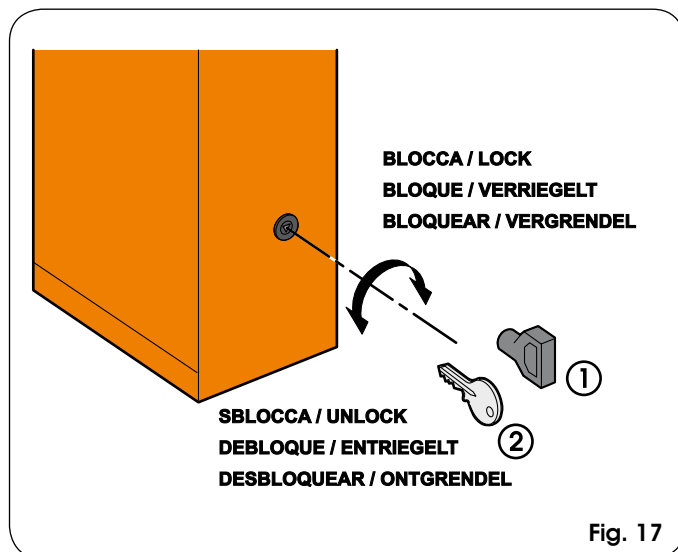

Fig. 17
La clé de déverrouillage fournie peut être triangulaire (Fig.17 réf. ①) ou personnalisée (Fig.17 réf. ② en option).
- Introduire la clé de déverrouillage dans la serrure et tourner la clé d'un tour complet **en sens inverse horaire** d'après la figure 17.
- tourner la clé **en sens horaire** jusqu'à l'arrêt et l'extraire (fig. 17 réf. ①).
- tourner la clé **en sens horaire** jusqu'au point où l'extraction est possible. (fig. 17 réf. ②).